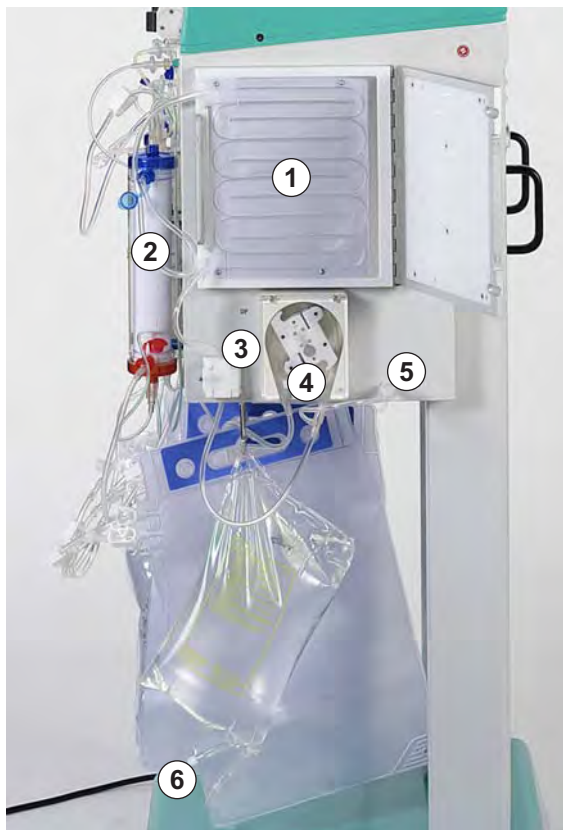

Рис. 4-14 Установка магистрали диализата
1. Поместить мешок нагревателя в пластинчатый нагреватель (Рис. 4-14 , ①), используя отверстия, предусмотренные в мешке.
2. Подсоединить синюю входную магистраль к диализатору (Рис. 4-14 , ②).
3. Установите синюю входящую магистраль в датчик воздуха диализата (DAD, Рис. 4-14 , ③).
4. Вставить насосный сегмент магистрали диализата в насос диализата (Рис. 4-14 , ④) с синей маркировкой слева.
5. Прикрутить датчик давления (Рис. 4-14 , ⑤).
6. Подсоединить отвод магистрали диализата к подготовленному мешку диализата (Рис. 4-14 , ⑥) и распечатать его.